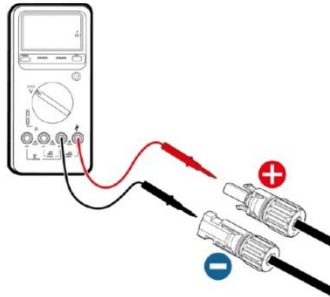

Abb. 5.3 DC-Eingangsspannung messen
(2) Nach dem Anschluss des DC-Steckverbinders messen Sie mit einem Multimeter die Spannung des DC-Eingangsstrangs, überprüfen Sie die Polarität des DC-Eingangskabels und achten Sie darauf, dass die Spannung aller Stränge innerhalb des zulässigen Bereichs des Wechselrichters liegt, wie in Abb. 5.3 gezeigt.